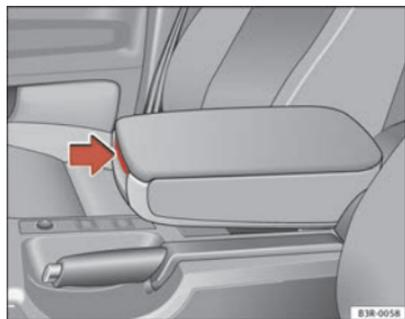

Fig. 114 Reposabrazos entre el asiento del conductor y el del acompañante
- Pulse la palanca de desbloqueo ⇒ fig. 114.